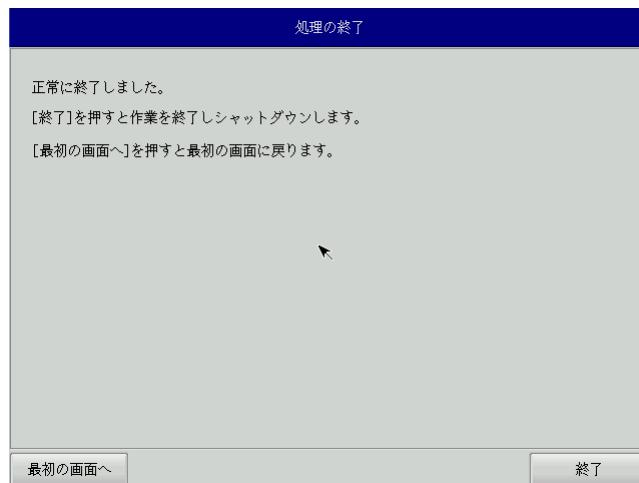

図 6-4-6. 終了画面
- ⑪ 終了画面(図6-4-6)が表示されるとシステム復旧作業は完了です。[終了]ボタンを押して電源を落とし、DVDドライブ、保存メディアを外します。